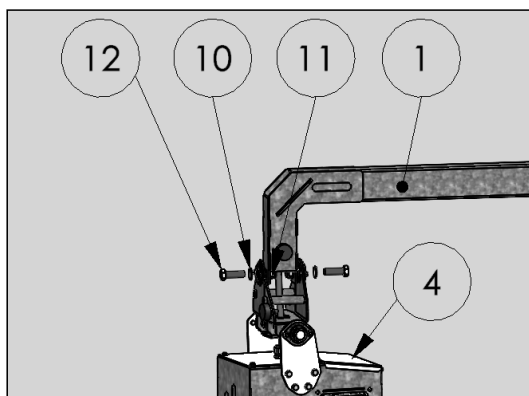

Bild 4: Montering borste med drivenhet
2. Skruva fast drivenheten (nr 4, bild 4) med hjälp av skruvarna (nr 12, bild 4), brickor (nr 10, bild 4) och muttrar (nr 11, bild 4) med upphängningsarmen (nr 1, bild 4).